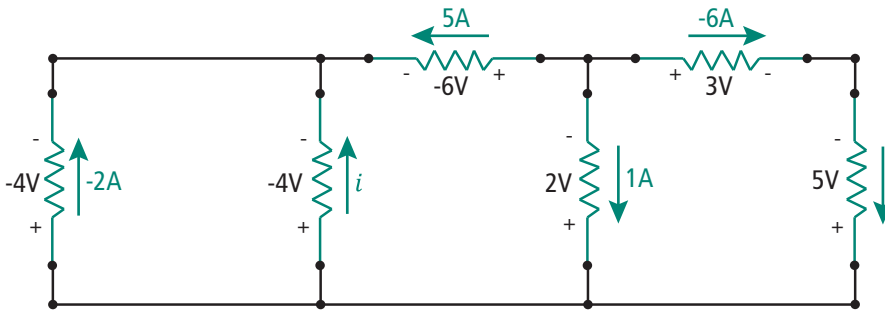

Figura 7.8: Circuito de três malhas com incógnita da corrente
3. Determine o valor de i no circuito da Figura 7.8.